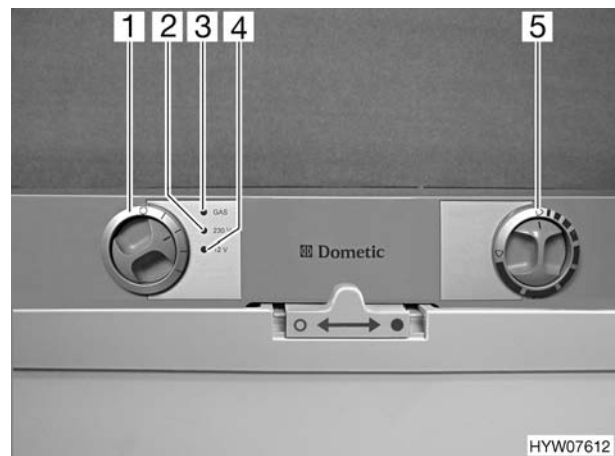

Fig. 163 Elementi di comando del frigorifero
- Posizionare il selettore di energia (Fig. 163,1) su "GAS".
- Posizionare il pomello girevole (Fig. 163,5) sulla potenza massima. L'alimentazione di gas è ora aperta. L'accensione avviene automaticamente. È udibile un ticchettio fino a quando procedura di accensione non è stata portata a termine. L'indicazione di funzionamento "GAS" (Fig. 163,3) diventa gialla.
- Posizionare il selettore di energia (Fig. 163,1) su "O". Il frigorifero è spento.
- Posizionare il selettore di energia (Fig. 163,1) su "230 V". L'indicazione di funzionamento "230 V" (Fig. 163,2) diventa verde.
- Impostare la temperatura di refrigerazione con il pomello girevole (Fig. 163,5).
- Posizionare il selettore di energia (Fig. 163,1) su "12 V". L'indicazione di funzionamento "12 V" (Fig. 163,4) diventa verde.